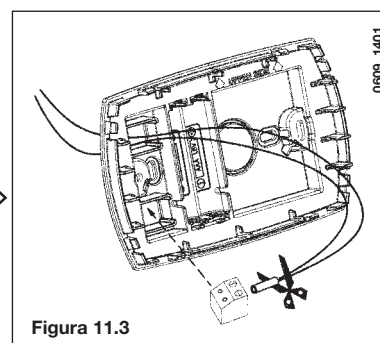

Figura 11.3
4. Abra el control remoto (no hay tornillos) haciendo palanca con las manos y conecte el cable rojo (figura 11.3);